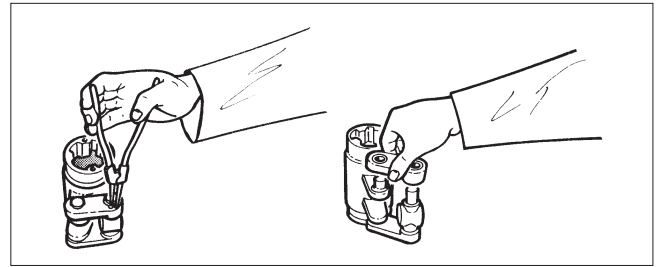

Fig. 16 Démontage du mécanisme
- Enlever les bagues de blocage (36) et les anneaux de support (37). Cf. Figure 16.
- Retirer les bras de connexion (4), la bague (4A) et vérifier l'état des paliers (20 et 21).
- Enlever les paliers du bras de levier (23), les joints toriques (17) et la bague antistatique (3A).
- Mettre en place la bague antistatique (3A), les paliers de levier (23) et les joints toriques (17). Les bagues antistatiques (3A et 4A) sont nécessaires pour assurer la conformité ATEX.
- Remonter le mécanisme, puis poser le carter. Voir Figure 16 pour la bonne position. Ne pas oublier la bague (4A).
- Enduire d'un enduit d'étanchéité, par exemple du Loctite 225, le filetage de la vis de fixation (29) du palier et la serrer selon le Tableau 2.
- Appliquer un enduit d'étanchéité, par exemple du Loctite 225, sur le filetage de la vis de fixation (29) du palier et serrer la vis selon le Tableau 2.
- Poser un nouveau joint torique sur la base du cylindre (19). Mettre en place le cylindre.